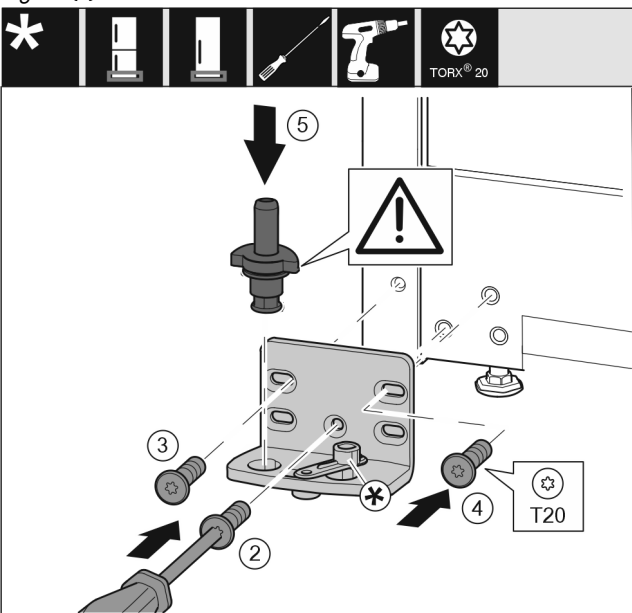

Fig. 18
- Poser le support de palier de l'autre côté et le visser à l'aide d'un tournevis T20. Commencer par la vis 2 en bas au milieu. Fig. 18 (2)
- Visser les vis 3 et 4. Fig. 18 (3,4)
- Mettre en place l'axe de palier complet. Veiller à ce que l'ergot d'enclenchement soit orienté en arrière. Fig. 18 (5)